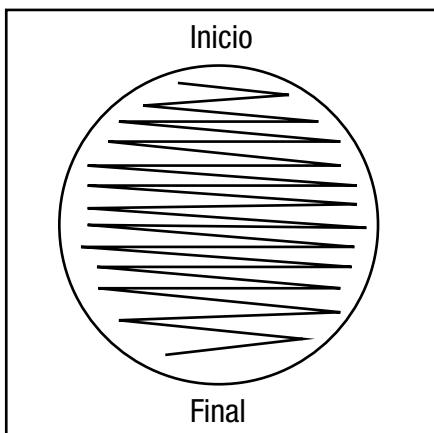

图 1:3M Petrifilm SALX 测试片上的划线图形
3. 打开 3M Petrifilm SALX 测试片，并在凝胶上划线(图 E)。单次划线可获取隔离菌落(图 1)。